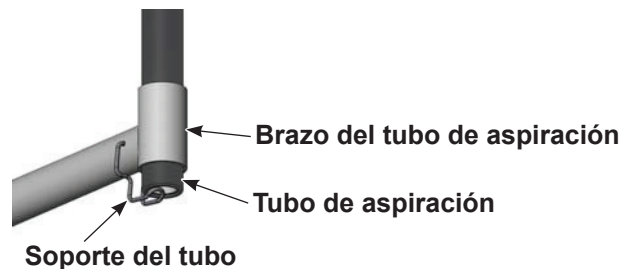

Figura 4-6 Uso del soporte del tubo de aspiración
1. Ver la Figura 4-6. Elevar el tubo de aspiración hacia arriba y girar el soporte del tubo hacia abajo y por debajo del tubo de aspiración para mantenerlo en su sitio en el brazo.